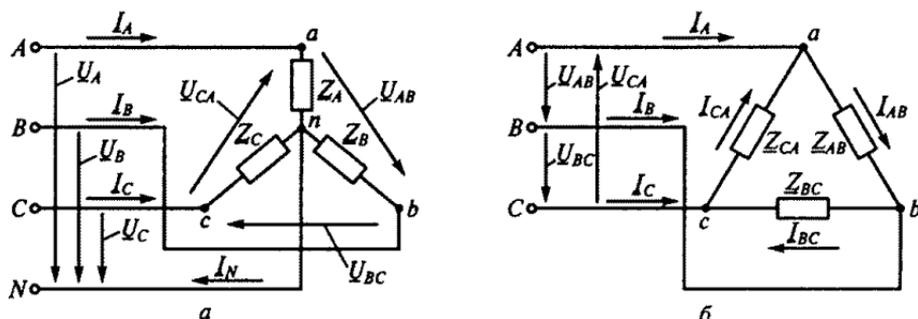

Рис. 127
Условные положительные направления напряжений и токов при соединении нагрузки в звезду и треугольник показаны соответственно на рис. 127, а и б. На схемах приняты следующие обозначения:
3.101.Р. В каком из приведенных выражений для цепи, показанной на рис. 127, а, допущена ошибка, если $u_A = U_{\text{max}} \sin \omega t$?